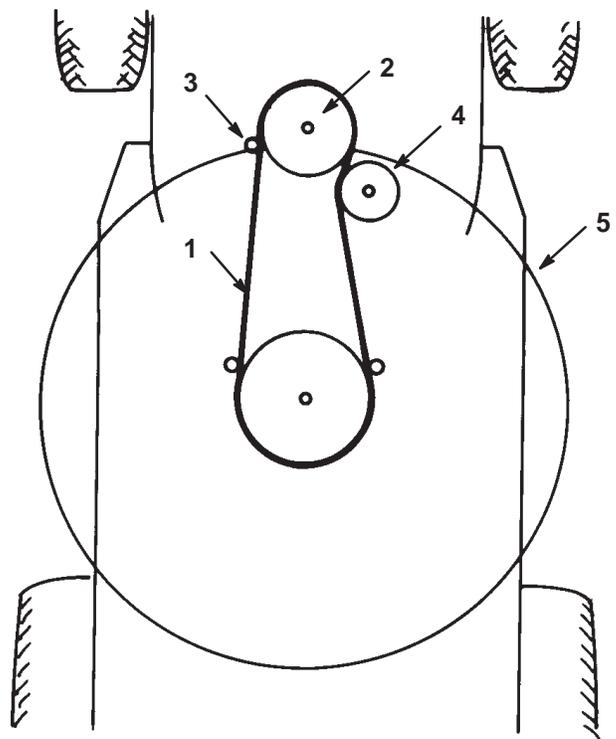

Bild 41
10. Nehmen Sie den Schneidwerkriemen von der unteren Motorscheibe ab (Bild 41). Wenn Sie vorsichtig vorgehen, können Sie die Riemenführungen gerade so weit von der Riemenscheibe wegziehen, dass Sie den Riemen abnehmen können. Lockern Sie, wenn es zu schwierig ist, den Riemen zu entfernen, die Schrauben und Muttern, mit denen die Riemenführungen befestigt sind.
4. Bringen Sie den Schneidwerkriemen an der unteren Motorscheibe an (Bild 41). Wenn Sie vorsichtig vorgehen, können Sie die Riemenführung(en) gerade so weit von der Riemenscheibe wegziehen, dass der Riemen aufgezogen werden kann. Lockern Sie, wenn es zu schwierig ist, den Riemen anzubringen, die Schrauben und Muttern, mit denen die Riemenführungen befestigt sind.